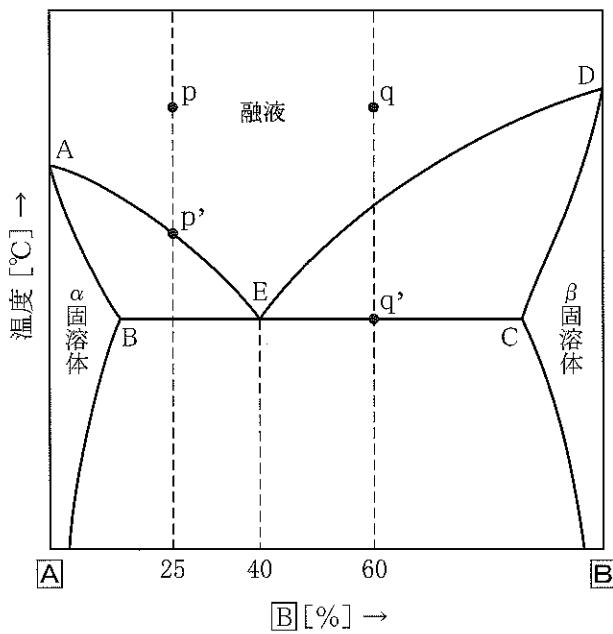

図1
1 図1は**A**金属と**B**金属の共晶形合金の平衡状態図である。(a)は解答群1から、(b)～(e)は解答群2から適したものを見なさい。
(2) 図1の線AEDを(b)という。
(4) 点pの融液を冷却すると、点p'で(d)を晶出しへじめる。
(5) 点qの融液を点q'まで冷却すると、全ての融液が凝固してα固溶体と(e)の混在する組織になる。